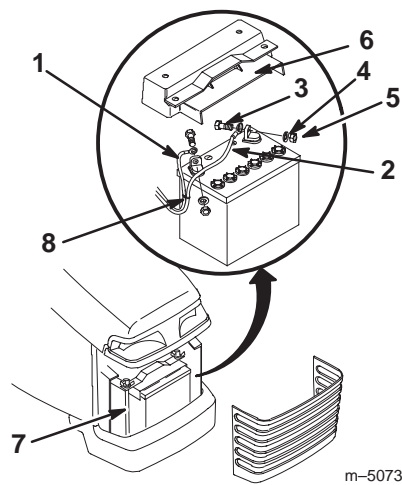

Figure 54
3. Déposez le cache de la batterie (Fig. 54).
4. Débranchez le câble négatif (noir) de mise à la masse de la borne de la batterie (Fig. 54).
5. Débranchez le câble positif (rouge) de la borne de la batterie (Fig. 54).
1. Placez la batterie sur le châssis (Fig. 54).
2. Connectez le câble positif (rouge) à la borne positive (+) de la batterie à l'aide du boulon, de la rondelle et du contre-écrou (Fig. 54).
3. Connectez le câble négatif (noir) à la borne négative (-) de la batterie à l'aide du boulon, de la rondelle et du contre-écrou (Fig. 54).